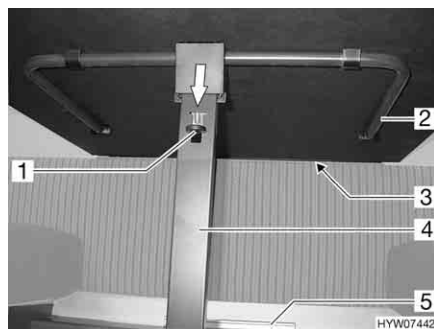

Fig. 36 Tavolo sospeso
- Spingere l'arresto (Fig. 36,1) nella direzione della freccia e mantenerlo premuto.
- Ripiegare il piede del tavolo (Fig. 36,4). Il puntello (Fig. 36,2) nel frattempo si ribalta automaticamente.
- Sganciare il tavolo sospeso dalla sbarra di aggancio superiore (Fig. 36,3).
- Agganciare il tavolo sospeso nella sbarra di aggancio inferiore (Fig. 36,5) e fissarlo sul puntello.